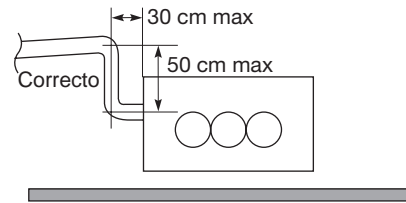

Fig. 3-91
- Si debe elevar el tubo de evacuación, la parte situada directamente después del orificio de conexión puede ser elevada 50 cm máximo. (Fig. 3-91)